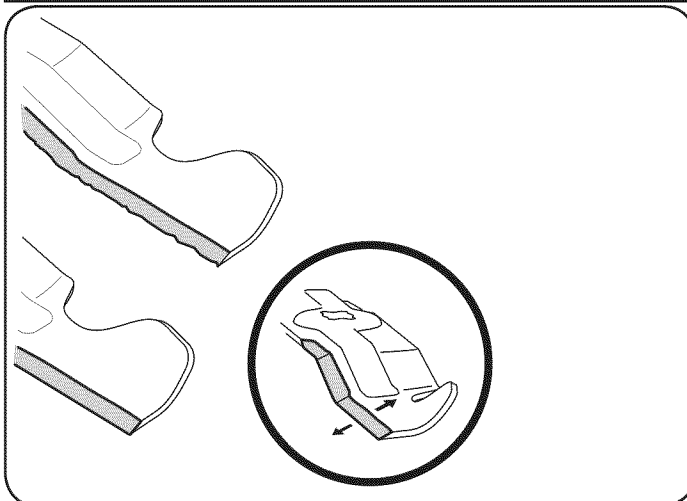

Figura 24
4. Para afinar correctamente las hojas de corte, retire la misma cantidad de metal de ambos extremos de las hojas a lo largo de los bordes de corte, paralelo al borde de fuga, en un 25° - 30° de ángulo. Siempre moler cada filo de la cuchilla de corte por igual a mantener el equilibrio de la hoja adecuada. Véase la figura. 24.